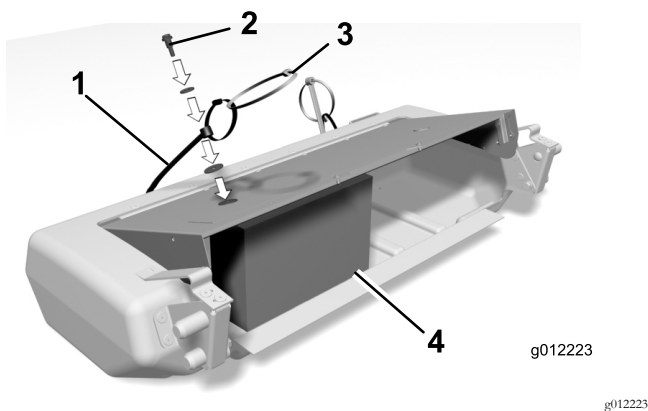

Рисунок 12
1. Снимите шайбы и гайки с болтов накладки (Рисунок 12).
2. Используя кабельные хомуты на накладках в качестве ручек, растяните каждую накладку до тех пор, пока не станет возможным закрепить ее в верхней части корзины при помощи 2 шайб и контргайки (Рисунок 12). Установите шайбу с каждой стороны верхней части корзины.
Примечание: Для того чтобы облегчить установку накладок, поместите деревянную колодку размером 20 x 10 см (Рисунок 12) внутрь корзины, чтобы поднять и удерживать верх корзины.